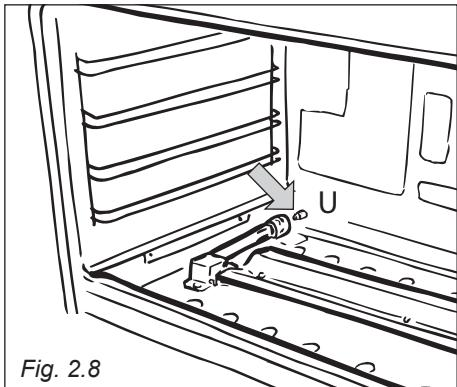

Fig. 2.8
- Con una chiave a tubo da 10 sostituire l'innetto "U" (indicato dalla freccia - fig. 2.8) secondo la "Tabella Iniettori" e rimontare il bruciatore operando a ritroso.